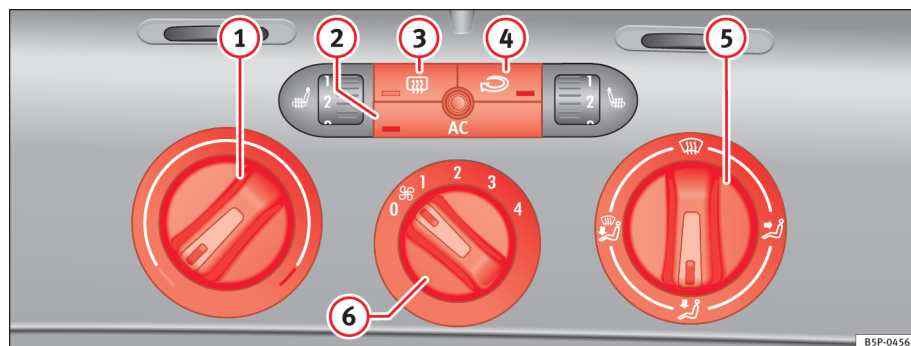

Fig. 128 I instrumentpanelet: betjeningslementer til Climatic
- Drej kontakten til regulering af temperaturen ⇒ fig. 128 ① til højre, indtil den ønskede varmeydelse er nået.